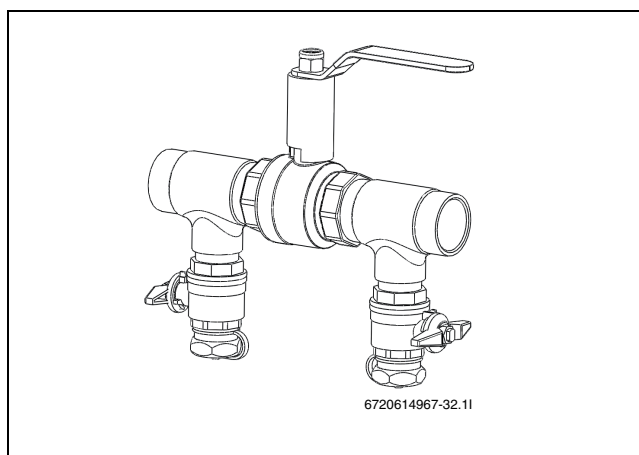

Fig. 18 Dispositif de remplissage en position normale
- Placer les vannes du dispositif de remplissage en position normale (→ fig. 18) et arrêter la pompe de la station de remplissage.